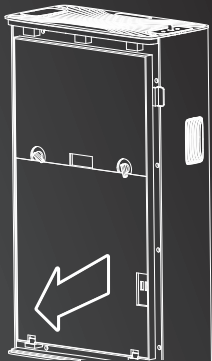

Рис. 12.
- 3. Замки защитной крышки поверните в горизонтальное положение и снимите крышку отсека фильтров (рис. 12).